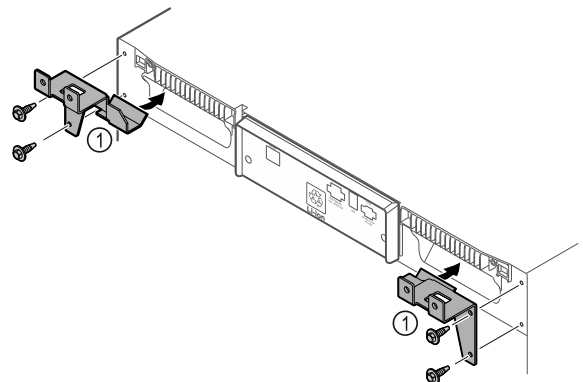

Fig. 8
- ▶ 用随附的螺钉将固定部件 Fig. 8 (1) 安装在冰箱上。